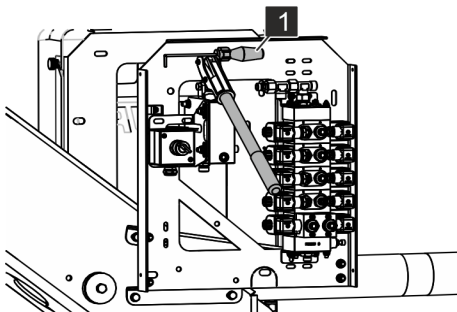

Fig. 82: Levier de commande
4. → Retirer le levier de commande (Voir la Fig. 82/1).